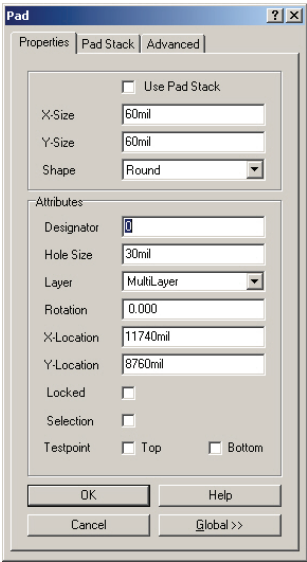

图 5-57 “Pad”对话框
4) 用户还可以在此命令状态下，按〈Tab〉键，进入如图 5-57 所示的“Pad (焊盘属性)”对话框，作进一步的修改。